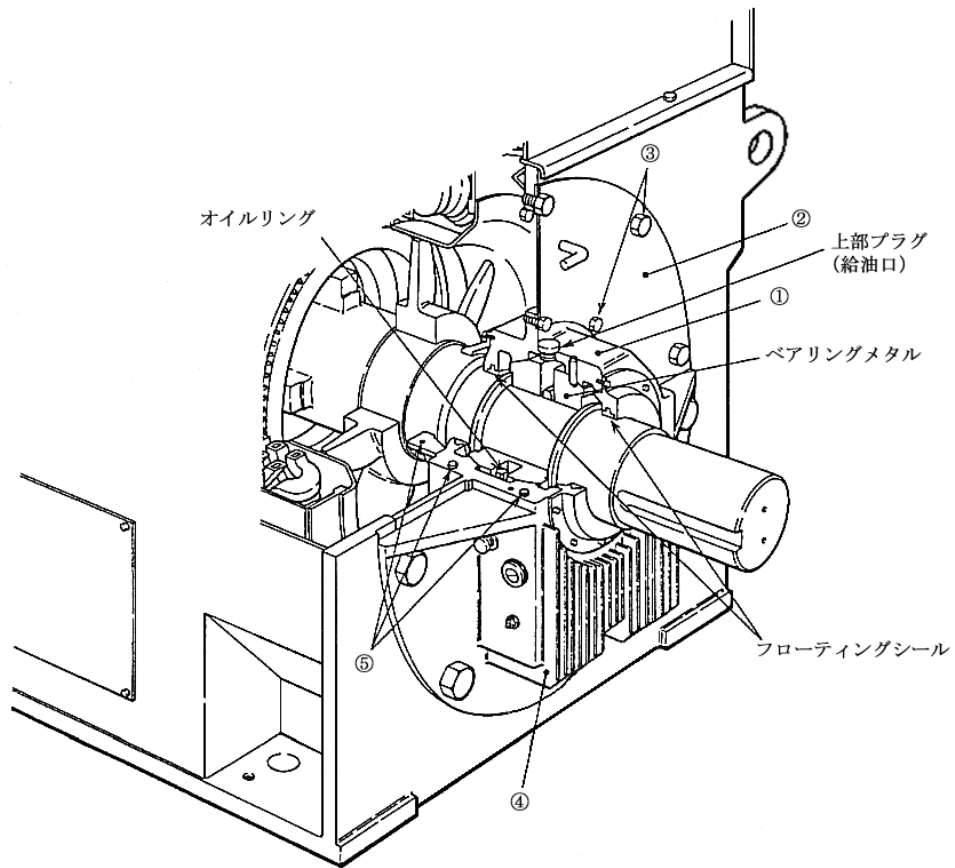

図13-1
- (1) 付属品の分解
- (2) 上半部軸受ハウジングの分解(図13-1, 13-2参照)
- (a) ①ハウジング上半部と②上半カバーの③締付ボルトを外し、②上半カバーを取り去る。
- (b) ①ハウジング上半部と④ハウジング下半部の⑤締付ボルトを外す。
- (c) ②ハウジング上半分を慎重、かつ徐々に吊り上げ、他の部品にふれないように取り去る。フローティングシールの破損を防止するため、①ハウジング上半部は左右水平になるよう、特に注意して可能な位置まで垂直に吊り上げ、ジャッキ・アップおよび吊り上げを行なう。なお、一般に、反負荷側の軸受には軸電流防止のための絶縁物が挿入されているので、分解再組立の際には傷付けないように行なう。また、この箇所にゴミなどが付着して電流の通路とならぬよう注意する。